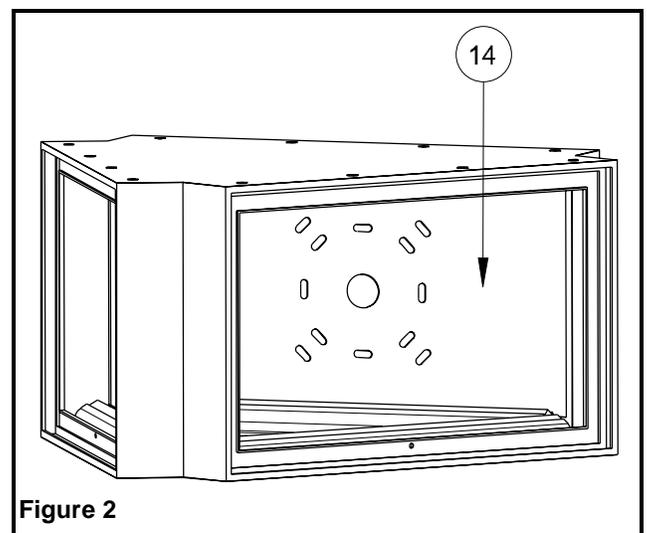

Figure 2
- d. Visser la plaque arrière à la boîte de jonction en utilisant les vis de la boîte de jonction (voir Figure 2).